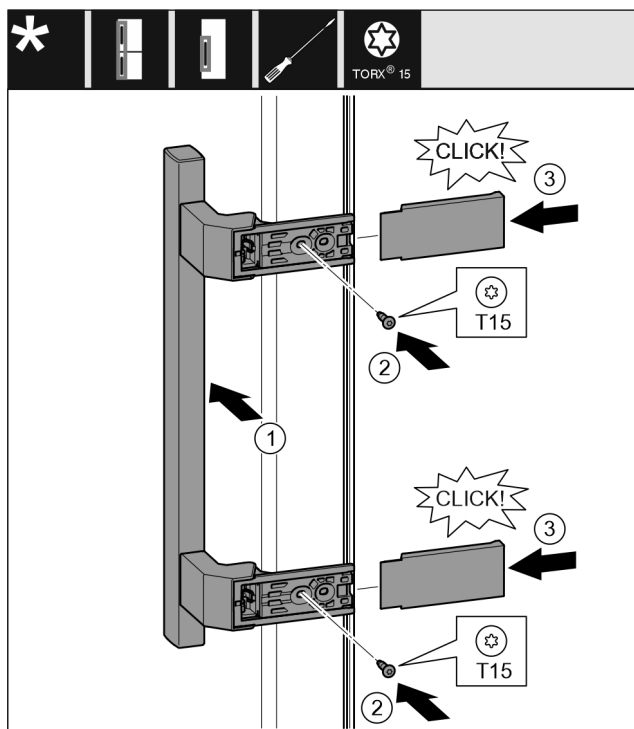

Fig. 29
- ▶ Sätt handtaget på plats på motsatta sidan. Fig. 29 (1)
- ▶ Skruva fast skruvarna med skruvmejsel T15. Fig. 29 (2)
- ▶ Sätt an skydden på sidan och skjut på dem. Fig. 29 (3)